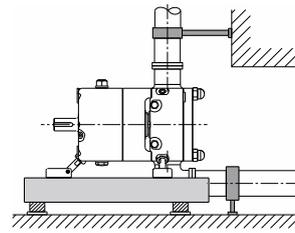

Abb. 26 Abstützung der Verrohrung
- Stellen Sie sicher, dass Stützen oder Halterungen das Gewicht der Verrohrung auffangen. Siehe Abb. 26 und 27.